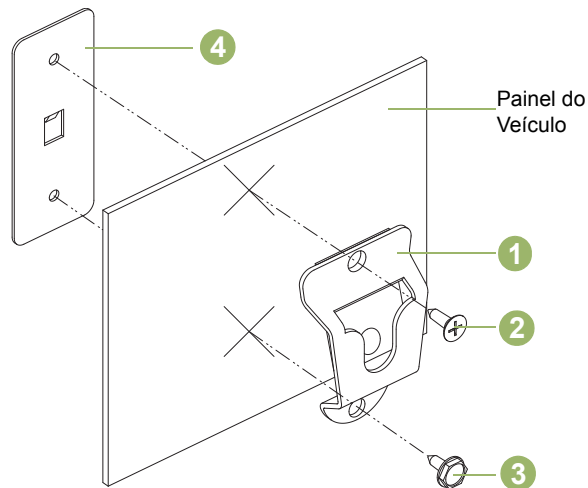

Figura 4.2: Instalação do Suporte de Montagem
Consulte Figura 4.2 abaixo e prenda o clipe de travamento (1) no veículo utilizando dois parafusos de metal e a placa posterior fornecida. Coloque a placa posterior (4) atrás do painel. Utilize o parafuso de cabeça chata (2) no orifício de montagem superior e o parafuso sextavado (3) no orifício de montagem inferior. Certifique-se de que os parafusos de montagem se encaixem nos orifícios da placa posterior.